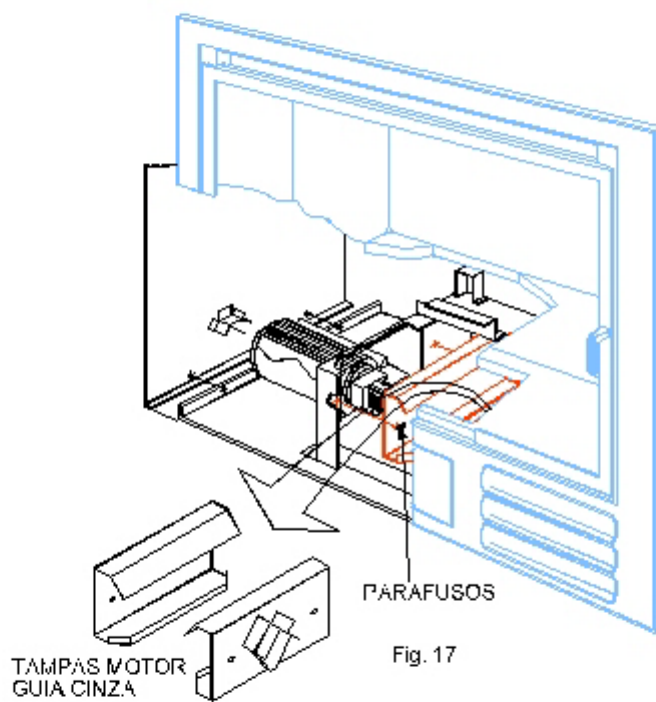

Fig. 17
- Soltar os parafusos (que fixam a tampa motor-guia cinza ao fundo de chapa), retirar a tampa motor-guia cinza pela passagem de esvaziamento de cinza. (Fig. 17)
- Uma vez feitos estes passos teremos total acesso ao ventilador. (Fig. 17)